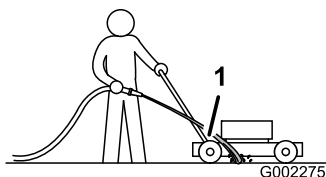

Figura 19
3. Mantenha a mangueira ligada ao nível da pega e direcione a água para fluir para o solo mesmo em frente da roda traseira direita (Figura 19).